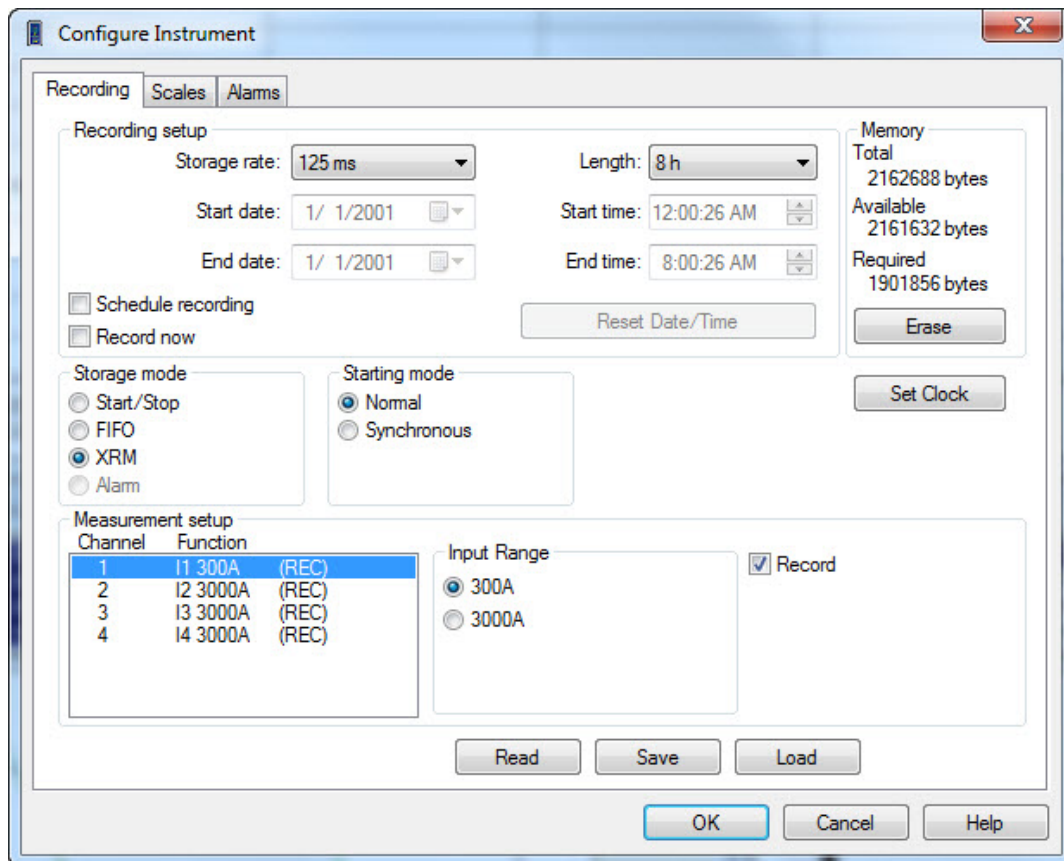

Abb. 2-3
16. Im Menü Gerät wählt man nun Konfiguration. Folgendes Konfigurations-Dialogfenster (Abb. 2-3) erscheint.
Abb. 2-3 zeigt die erste Seite (Speichern). Hier werden folgende Parameter festgelegt: